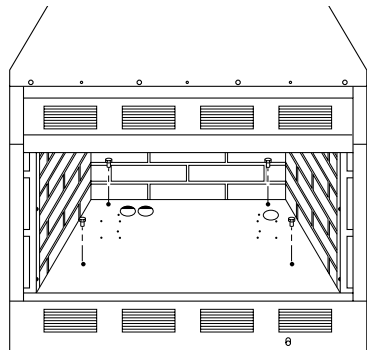

Figura 10 - Cómo quitar la parte inferior del calefactor
2. Levante y retire la parte inferior del calefactor (consulte la figura 10).